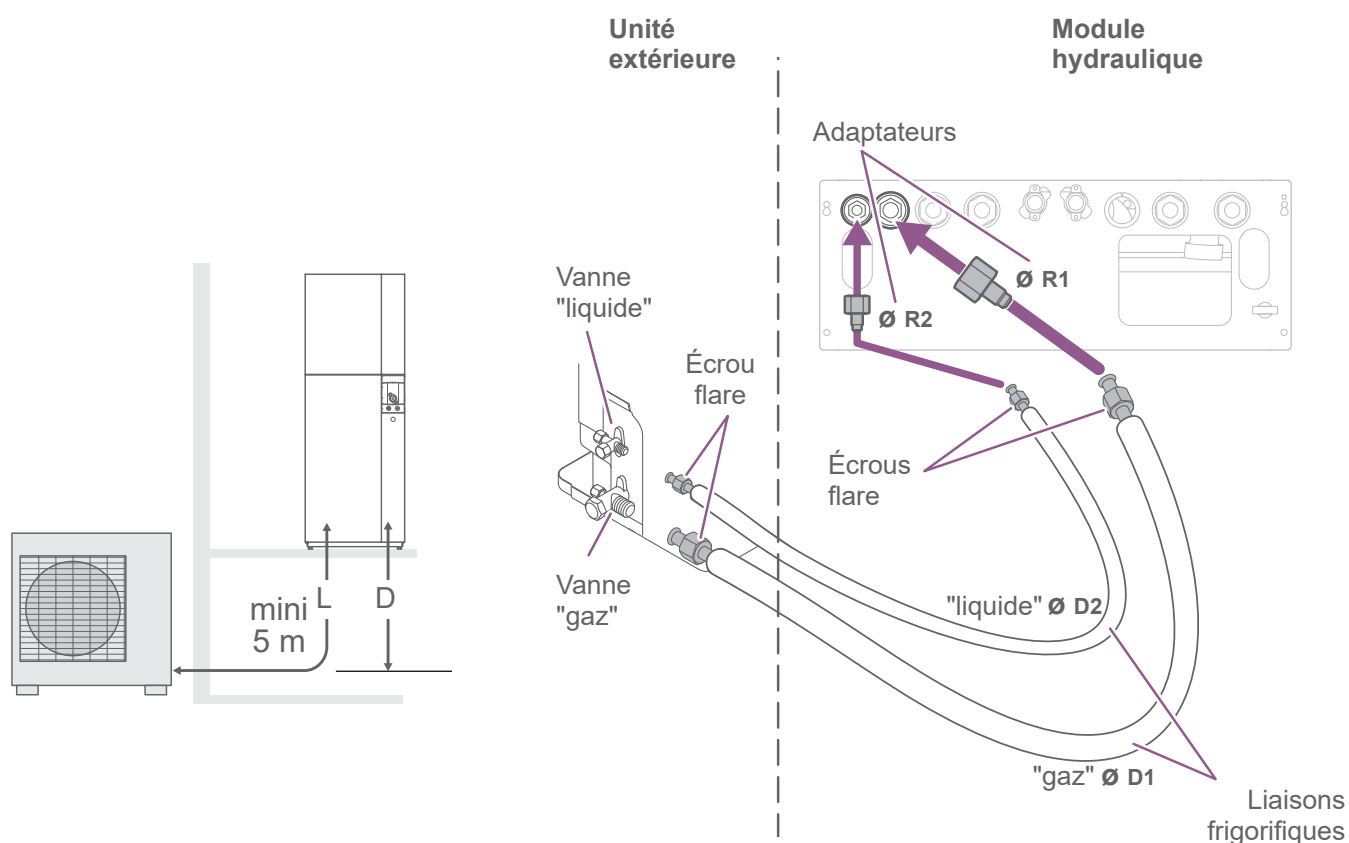

fig. 35 - Raccordement des liaisons frigorifiques (diamètres et longueurs permises - en mètre)
- Suivant le cas, raccorder un adaptateur (réduction) 1/4"- 3/8" ou 1/2"- 5/8" (voir fig. 35, page 31).